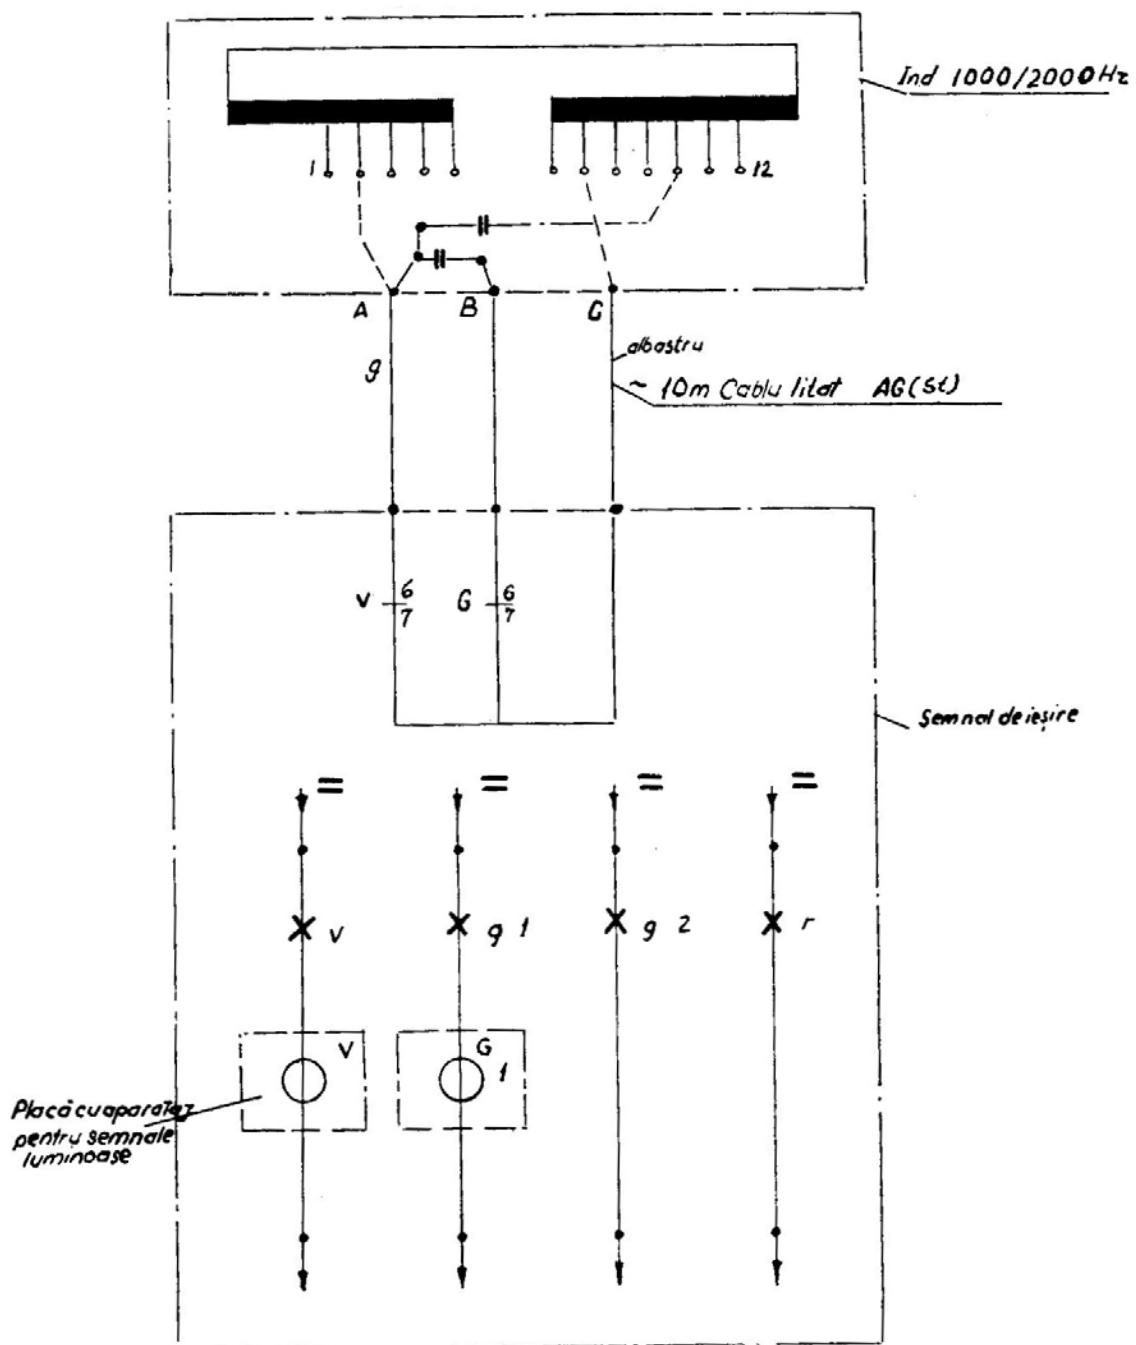

Fig. 70 Schema electrică și conectarea la semnalul de ieșire alimentat în curent continuu de la linia abătură, pe secții cu B.L.A.
p) *Semnalul de „ieșire” alimentat în curenț continuu de la linia abătută, pe secții cu B.L.A., echipat cu inductor de cale de 1 000/2 000 Hz (fig. 70).*